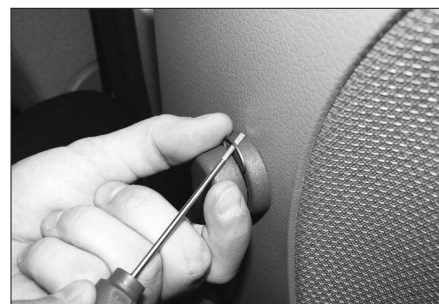

FIG. 78
- A l'aide d'un tournevis fin, déposer le clip de maintien de la manivelle de lève-vitre (Fig.78).